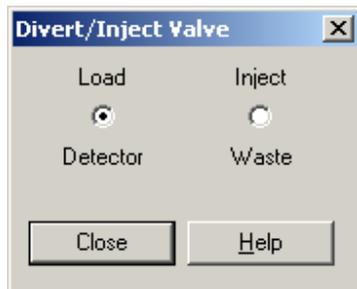

图 4-5. Divert/Inject Valve对话框
a. 点Divert/Inject钮打开 Divert/Inject Valve对话框. 看图 4-5.